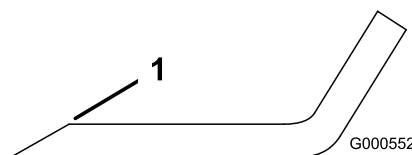

Figura 62
1. Utilice una lima para afilar el filo de corte en ambos extremos de la cuchilla (Figura 62).
Nota: Si la cuchilla no está equilibrada, rebaje algo el metal en la parte de la vela solamente (Figura 62).